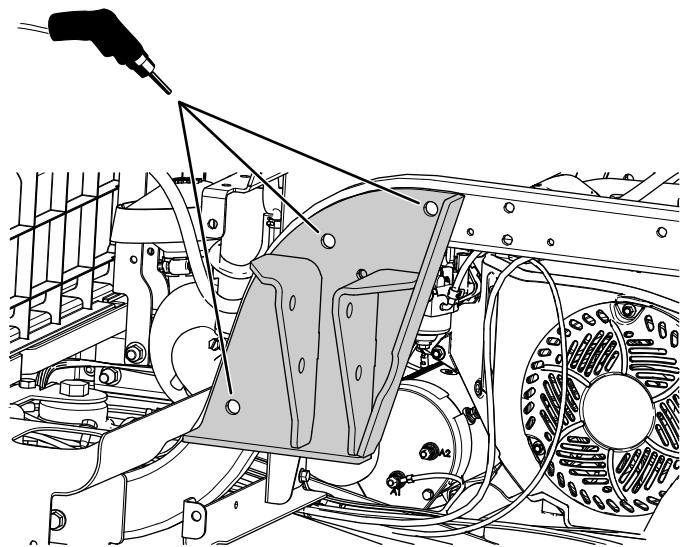

図 14
4. ROPS ブラケットを型紙にして、フレームに、直径 13.5mm の穴を3つ開ける図 14。